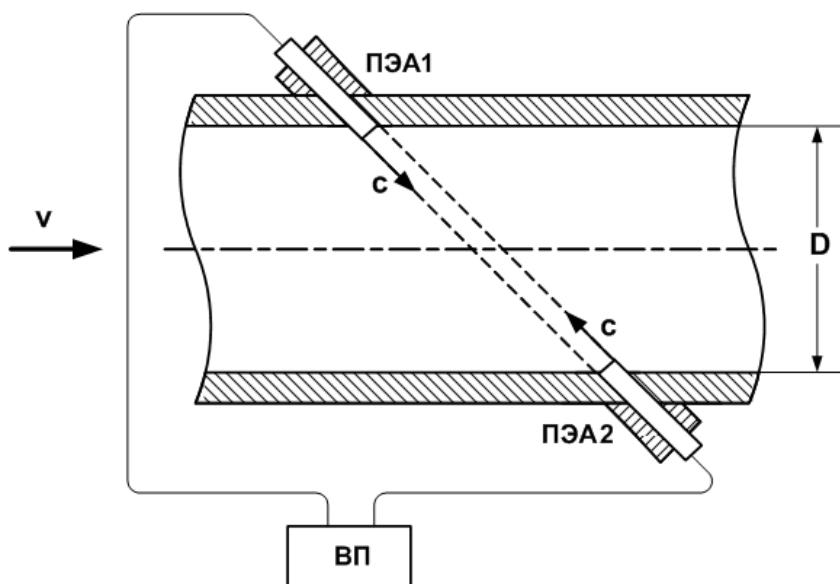

Рис.1. Схематичное изображение измерительного участка с установленными ПЭА.
- 1.5.1.2. Особенностью ультразвукового расходомера такого типа является попаременная подача электрических зондирующих импульсов, генерируемых ВП, на преобразователи ПЭА1 и ПЭА2 (рис.1).